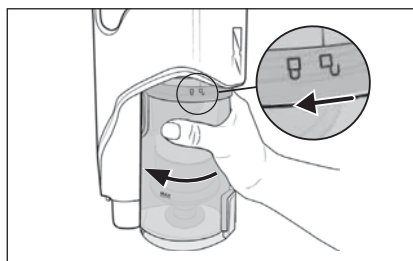

Fig. 19
- 2) Para retirar o reservatório de pó **7** do aparelho, rode-o no sentido do símbolo  (abrir), até ser possível soltá-lo do aparelho (ver fig. 19).